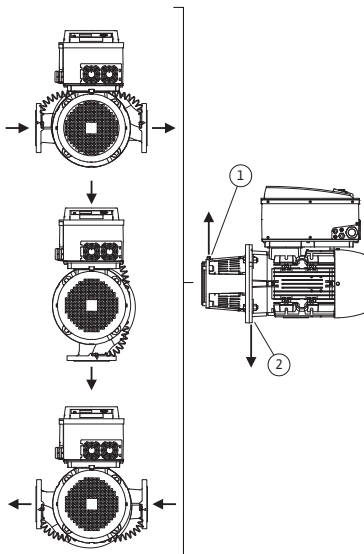

Fig. 18 : 电机轴水平时允许的安裝位置
Fig. 18 展示了电机轴水平及电子模块朝上 ( $0^\circ$ ) 时允许的安裝位置。电子模块侧面安裝 ( $\pm 90^\circ$ ) 时允许的安裝位置没有图示。除了“电子模块向下” ( $-180^\circ$ ) 之外, 允许任何安裝位置。只有当通风阀指向上方时 (Fig. 18, 位置 1), 才能确保水泵的通风。
只有在该位置 ( $0^\circ$ ), 才能通过现有的钻孔、水泵架以及电机 (Fig. 18, 位置 2) 有针对性地排出产生的冷凝水。为此要移除电机法兰上的塞子。
- 联接架 (Fig. 6, 位置 1.31) 上的排气阀在电机轴水平时必须始终指向上方 (Fig. 5)。在电机轴垂直时，允许排气阀指向任何方向。为此也请参见 Fig. 18：“电机轴水平时允许的安装位置” 第 16 页 或 Fig. 19：“电机轴垂直时允许的安装位置” 第 16 页。